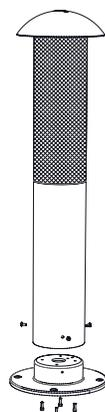

図12
4. 図12に示されているように、3本のM5x12mmボタンヘッドねじをエンクロージャーの側面に差し込みます。